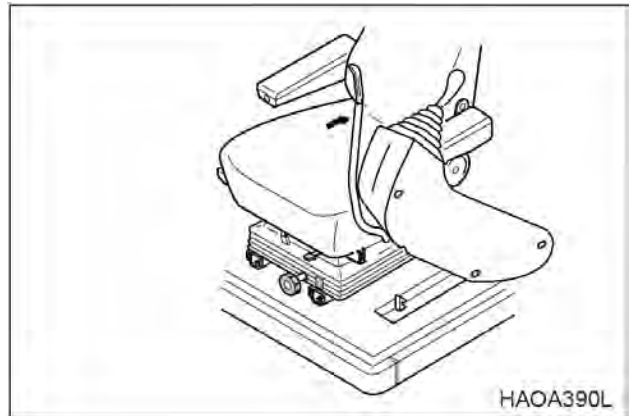

Рис. 27
1. Поднять рычаг блокировки (рис. 27), чтобы можно было поднять левую консоль управления в заблокированное положение (**LOCKED**). Убедиться, что рычаг блокировки заблокирован (**LOCKED**) в верхнем (поднятом) положении. Когда рычаг блокировки находится в заблокированном положении (**LOCKED**), перемещение переднего навесного оборудования, ход и поворот функционировать не будут, даже при перемещении рычагов.